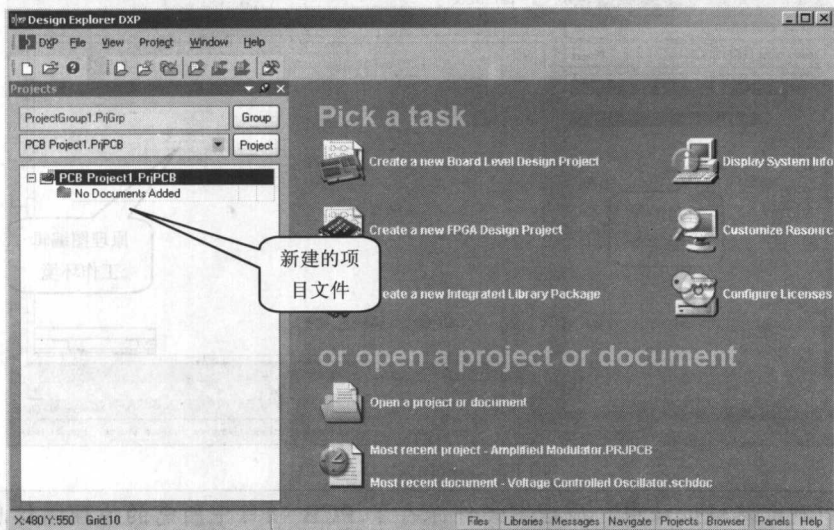

图 1-1 Protel DXP 主控工作环境
- (1) 在如图 1-1 所示的 Protel DXP 主控工作环境下单击菜单命令“File-New-PCB Project”（文件-新建-PCB 项目），建立一个新的 PCB 项目文件；